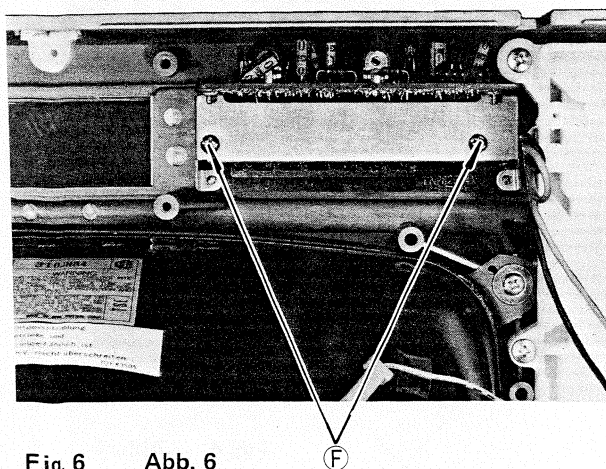

Fig. 6 Abb. 6
1. Remove 2 screws ⑥ as shown in Fig. 6.
1. Die in Abb. 6 gezeigten 2 Schrauben ⑥ entfernen.